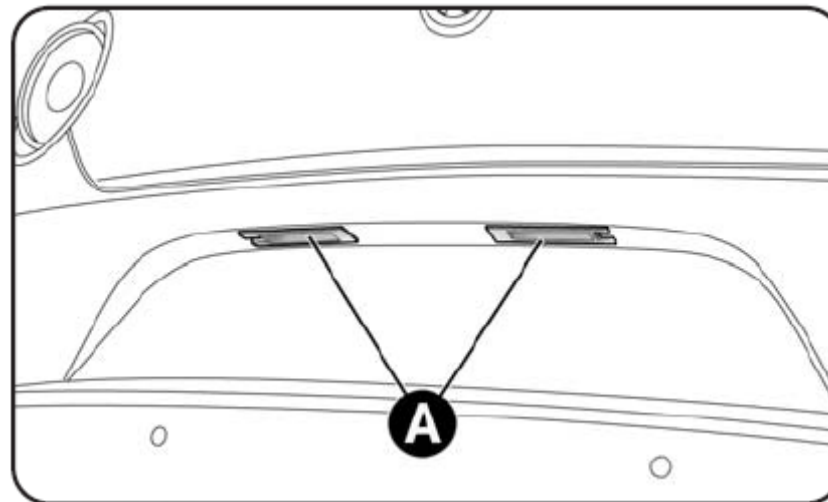

Рис. 29
- Извлеките рассеиватель А – рис. 29;